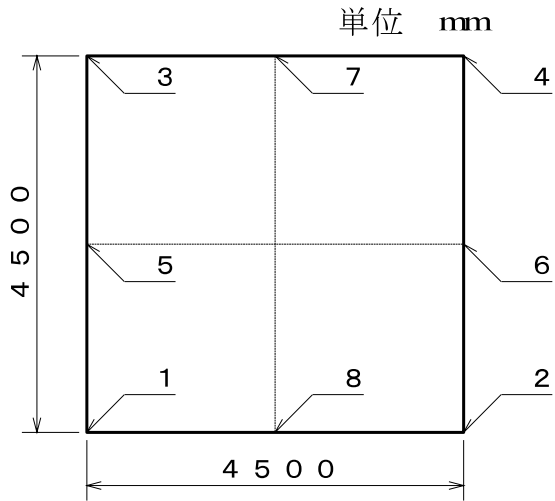

図1 4.5m×4.5mのシート
- ア. 正方形のブルーシート（4.5m×4.5m）を1と3および2と4を合わせて2つ折りにする（図1）